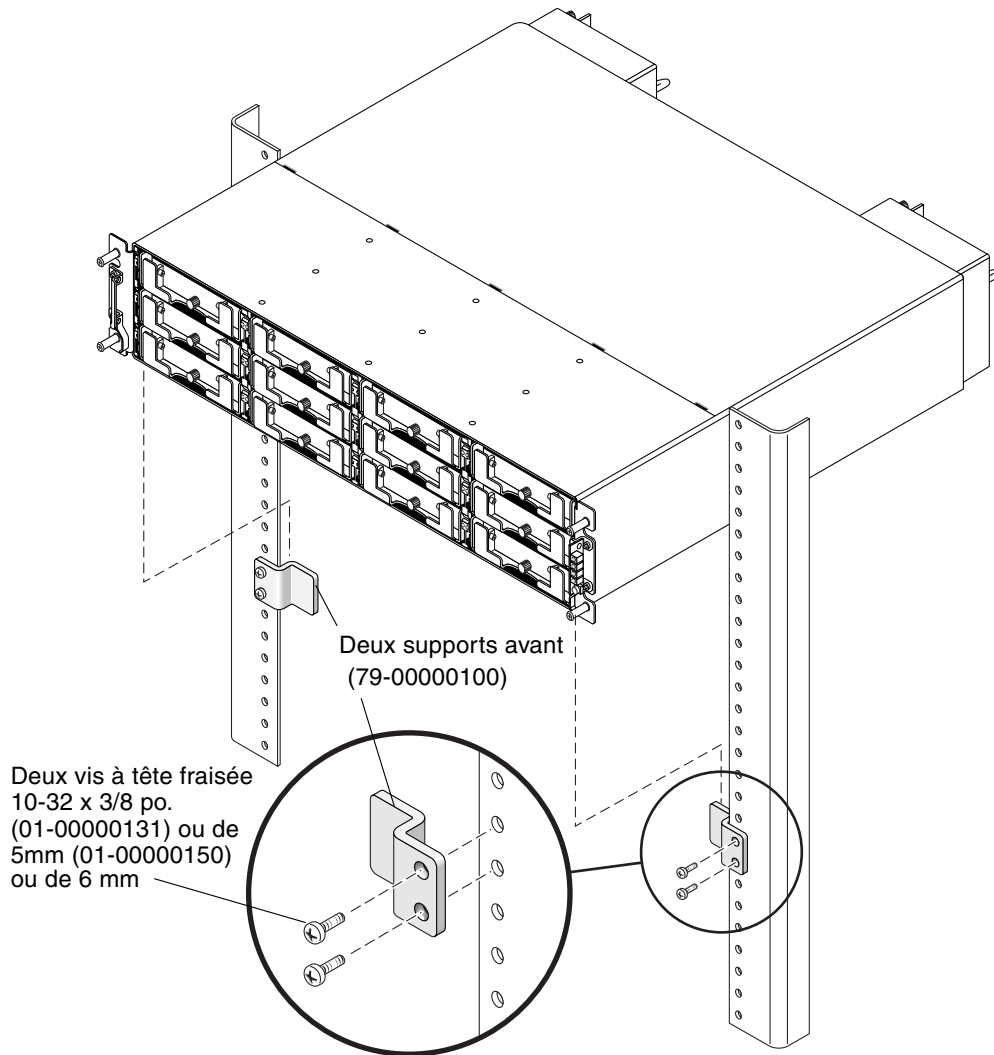

FIGURE 2-8 Emplacement des supports avant à l'avant de l'armoire
a. Fixez chaque support avant sur l'avant de l'armoire (voir FIGURE 2-8) :